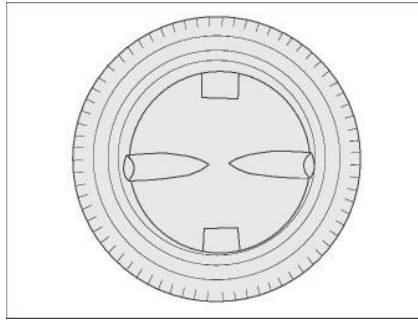

Bild 45 Luftaustrittsdüse (Abb. ähnlich)
**Warmluftverteilung** Im Fahrzeug sind mehrere Luftaustrittsdüsen (Bild 45) eingebaut. Rohre führen die Warmluft zu den Luftaustrittsdüsen. Die Luftaustrittsdüsen so drehen, dass die Warmluft dort austritt, wo es gewünscht wird. Um Zugluft zu vermeiden, die Luftaustrittsdüsen am Armaturenbrett schließen und die Luftverteilung des Basisfahrzeugs auf Umluft stellen.
**Sicherheits-/Ablassventil** Die Heizung ist mit einem Sicherheits-/Ablassventil (Bild 45) ausgestattet. Das Sicherheits-/Ablassventil verhindert, dass das Wasser im Boiler einfriert, wenn bei Frost die Heizung nicht eingeschaltet ist. Das Sicherheits-/Ablassventil ist heizungsnah verbaut.